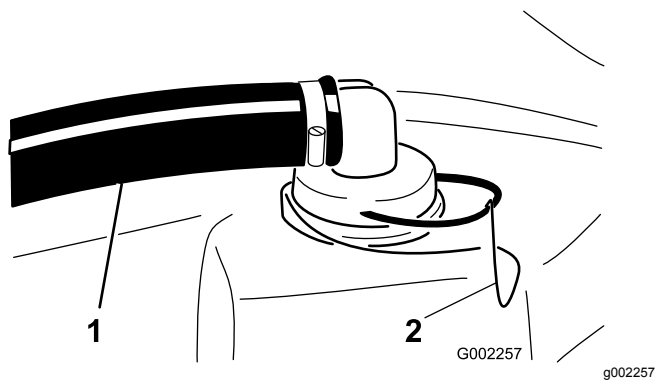

Рисунок 24
- В верхней части бака опрыскивателя снимите фиксатор, который крепит шланговый штуцер, подсоединенный к большому шлангу и к корпусу сетчатого фильтра (Рисунок 24).
- Отсоедините шланг и штуцер шланга от корпуса сетчатого фильтра (Рисунок 24).